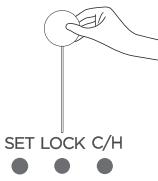

Рисунок 23
- 1) Для блокування кнопок ПДК натисніть кнопку  (див. Рис. 23), усі кнопки пульта будуть заблоковані та на дисплеї ПДК відобразиться піктограма .